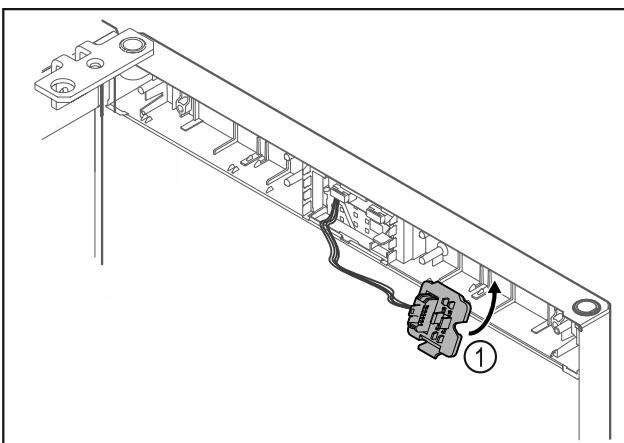

Fig. 17
- Зафіксувати кріплення штекера Fig. 17 (1) на протилежній стороні.